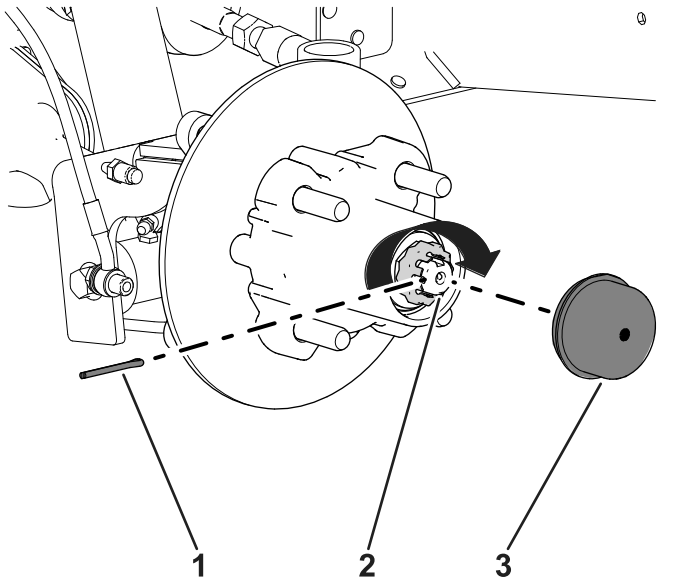

Figura 38
- Coloque el retén sobre la tuerca y compruebe la alineación de la ranura del retenedor y el orificio de la chaveta del eje (Figura 38).
- Instale la chaveta y doble las patas alrededor del retén (Figura 38).
- Instale el tapón guardapolvo sobre el cubo (Figura 38).